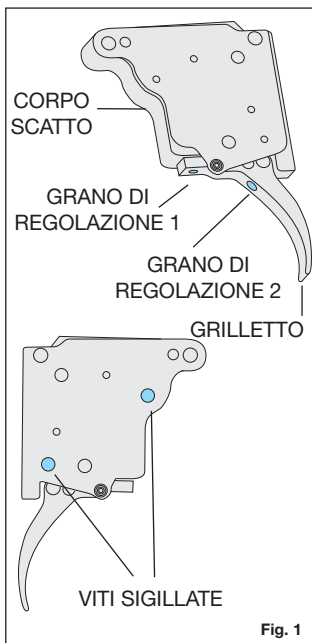

Fig. 1
La sua carabina della Serie sportiva **Victoria** è dotata del nostro gruppo scatto diretto regolabile da 60 gr. a 80 gr (Fig. 1).
REGOLAZIONE DEL PESO DI SCATTO E RELATIVA CORSA DI SGANCIO - FIG. 1
REGOLAZIONE DELLA CORSA DI RETROSCATTO (FIG. 1)
1. Eseguire questa operazione solo dopo aver eseguito le operazioni previste dal capitolo precedente "REGOLAZIONE DEL PESO DI SCATTO E RELATIVA CORSA DI SGANCIO - Fig. 1"